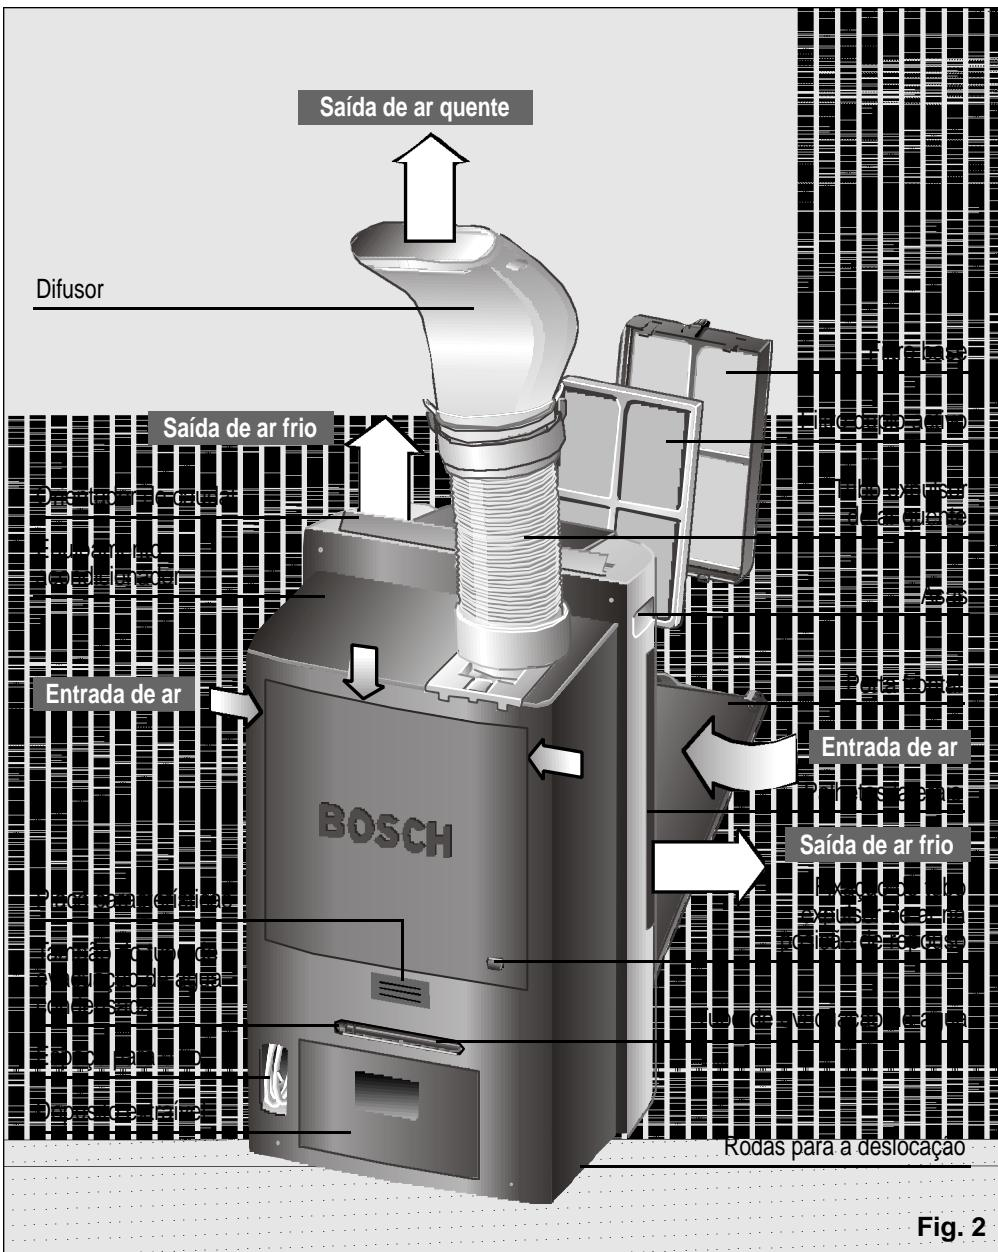

Fig. 2
Para ello, al comunicar la avería, indique el modelo (**E-NR**) y el nº de fabricación (**FD**) de su equipo, que podrá tomar de la placa de características, **Fig. 2**.
- ❑ O fio de ligação à rede eléctrica dispõe de um alojamento na parte traseira do equipamento. Ver Fig. 2.